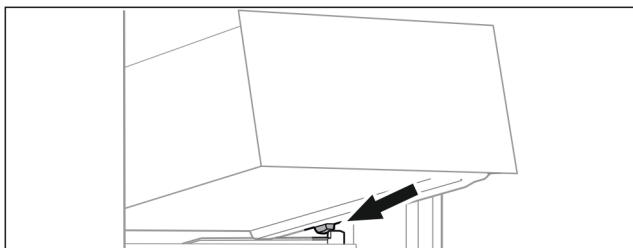

Fig. 17
- ▶ Nasadíte zásuvku šikmo za zarážky na žebrování na nádoby Fig. 17 ().